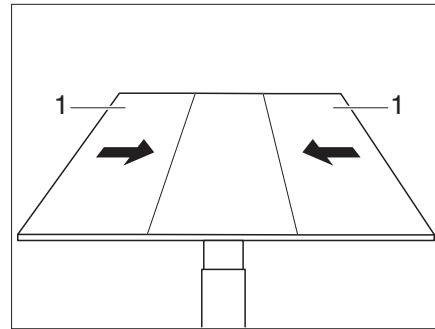

Bild 108 Seitenteile auf Mittelteil schieben
- Die Außenteile (Bild 108,1) des Tisches auf das Mittelteil schieben.